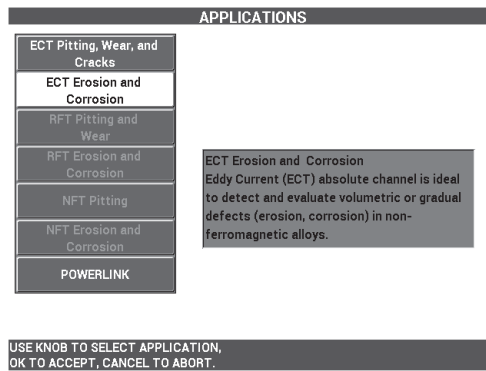

Abbildung 5-182 Anwendung ECT Erosion und Korrosion
2. Wählen Sie die Funktionstaste A für **WEITER** aus und drehen Sie dann den Drehknopf, um **ECT Erosion und Korrosion** auszuwählen. Drücken Sie zur Bestätigung(✓) [siehe Abbildung 5-182 auf Seite 274].